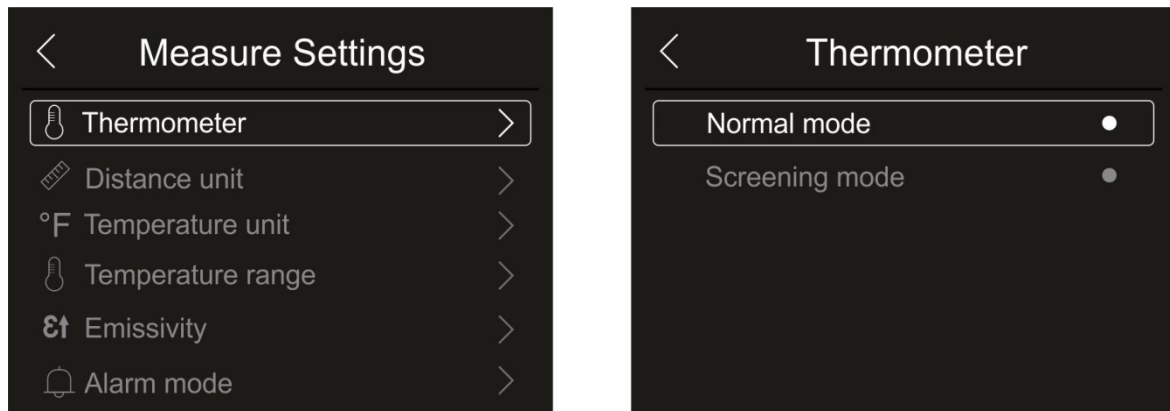

Fig. 21: Menu Thermometer
1. Touchez l'élément «Thermometer». La page-écran de la Fig. 21 – partie droite s'affiche à l'écran